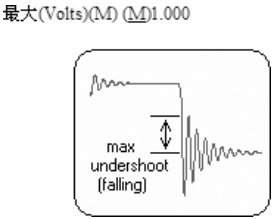

图 9-36 信号下降沿的反冲约束规则
- “Undershoot – Falling Edge”（信号下降沿的反冲约束规则）：如图 9-36 所示为该项设置示意图。